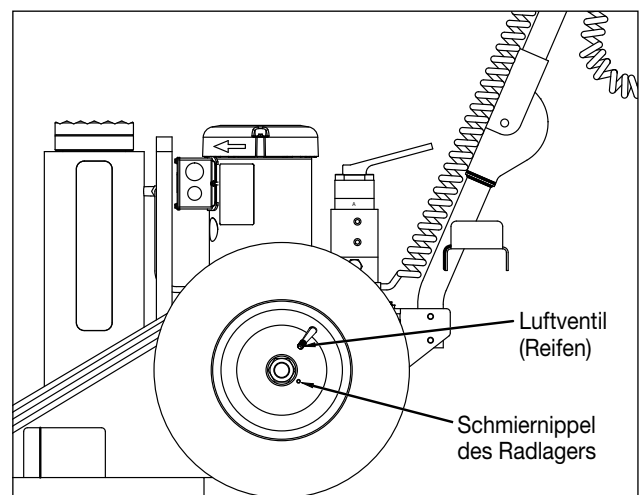

Abbildung 8: Wartung der Räder und Bereifung
6.3 Räder und Bereifung (siehe Abbildung 8)